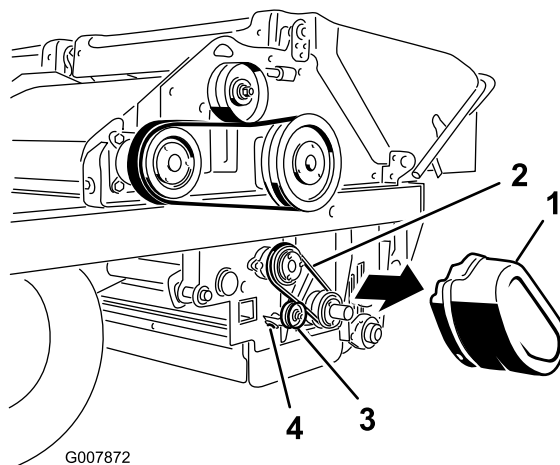

Рисунок 61
1. Снимите кожух ремня (Рисунок 61).
2. Ослабьте гайку на натяжном шкиве (Рисунок 61).
3. Вдавите натяжной шкив в ремень и затяните гайку на натяжном шкиве (Рисунок 61).